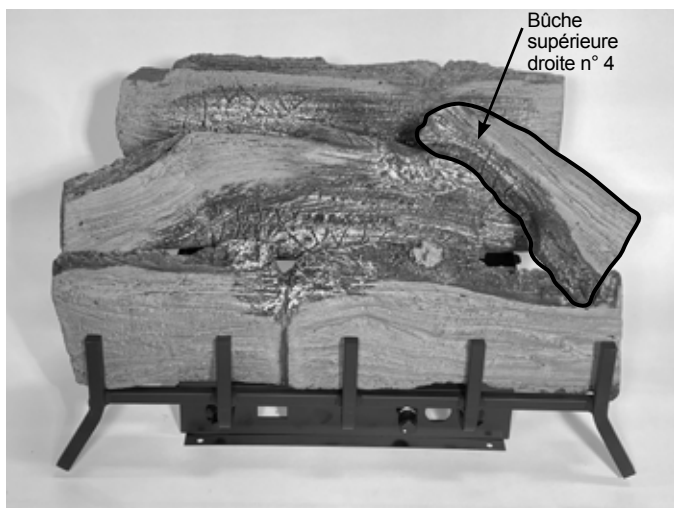

Figure 6.4 - Placer la bûche supérieure droite
4. Placez la bûche supérieure droite (n° 4) en la faisant reposer sur la bûche avant et la bûche du milieu. Figure 6.4